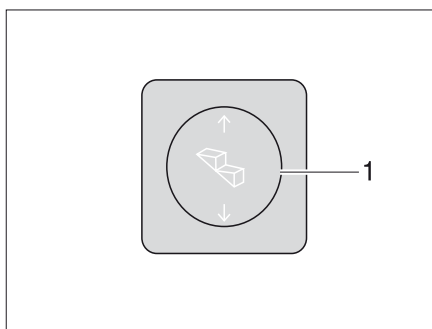

Bild 8 Brytare fotsteg fotsteg
**Köra ut:** ■ Tryck nedtill på vipkontakten (Bild 8,1) tills fotsteget har körts ut helt.
**Köra in:** ■ Tryck upptill på vipkontakten (Bild 8,1) tills fotsteget har körts in helt.